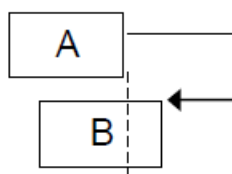

Рисунок 5 – Тип взаимосвязи диаграммы предшествования 2
2. Финиш–Финиш. Работа В должна закончиться не ранее окончания работы А (рис.5).